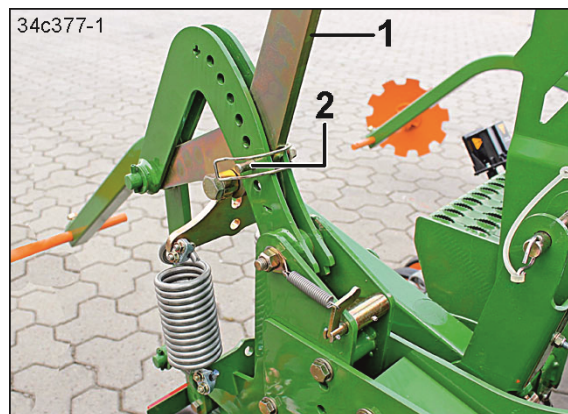

图 186
2. 迅速拉动操纵杆（图 186/1）并且将管件折叠插头（图 186/2）拆除。